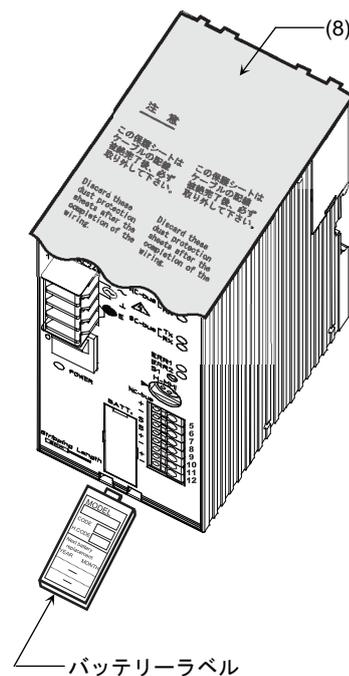

図11 バッテリーラベルと保護シート
- (1) 高温高湿となるような場所を避けて取り付けてください。
- (2) 誤って落としたりすることのないようにしてください。
- (3) 配線交換は、電源を切った状態(本製品の電源端子への配線が回路から切り離された状態)で行ってください。
- (4) 電源を投入する前に、結線が正しく行われているか十分に確認してください。
- (5) 電源投入後、正常に動作するまでには数十秒を要します。この際、一時的に重故障(ERR1)が表示(前面の赤色LEDが点灯)されますが、異常ではありません。
- (6) 空き端子には結線しないでください。
- (7) 上部および下部は他機器と35mm以上離してください。
- (8) 電源を投入する前に、上部に貼ってある保護シートをはがしてください。(図11参照)